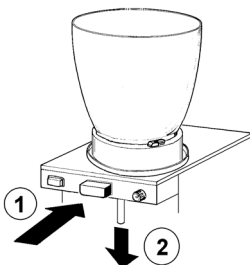

Bild 1
3 Betätigen Sie (1) die Taste des Hahns und entfernen Sie (2) das Gummiteil des Hahns aus seinem Sitz, indem Sie es nach unten ziehen (siehe Abbildung 1).